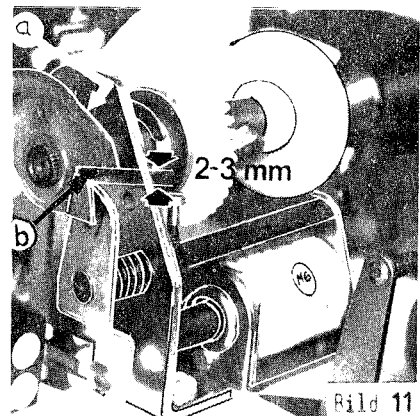

Bild 11
Die Steuerscheibe (Bild 11) ist dann richtig eingestellt, wenn, mit dem Greifarm in Ruhestellung,
The Hold-Out Cam (Bild 11) is properly positioned if there is (use 2 mm Allen head wrench for adjustments)
a) no free travel for the gripper arm's shaft (shims -a-, Bild 11)
Le disque de commande doit être réglé de façon que le bras étant en position repos (fig. 11).
2) Il y ait une distance de 2 à 3 mm en -b- fig. 11 entre le levier et le disque de commande.
Der Mikroschalter K 10, -Löschmagnet-Umschalter- (Bild 11), ist umgeschaltet, wenn der Greifarm in B-Seiten-Spielstellung steht. Einstellung durch Lockern und Versetzen des ganzen Schalters; der Schalterhebel darf nicht gegen den Körper des Schalters drücken.
Cancel Transfer Switch K10 (Bild 11) needs to be actuated with overtravel when the changer is in B-side play position. Adjust by positioning the entire switch.
Le micro-contact K10 (commutateur des bobines d'annulation) fig. 11. Il commute lorsque la pince serre disque se trouve en position de jeu face B. Réglage en dévissant les vis de fixation. Le levier ne doit pas toucher le corps du contact. La pince étant en position de repos, (position neutre de l'électroaimant face A) le contact doit avoir de nouveau commuté.